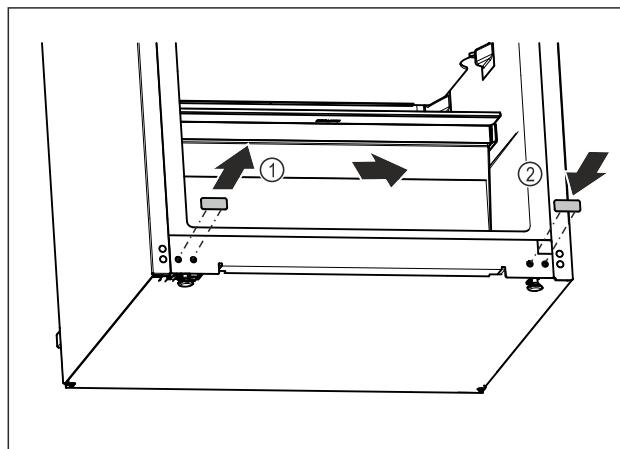

Fig. 16
- Izvelciet nosedzošo aizbāzni. Fig. 16 (1)
- Ievietojiet nosedzošo aizbāzni pretējā pusē. Fig. 16 (2)